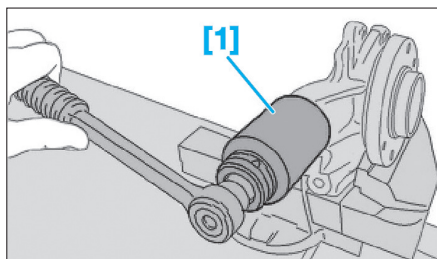

Fig. 25
- la rotule de pivot à l'aide de l'outil [1] (Fig.25).